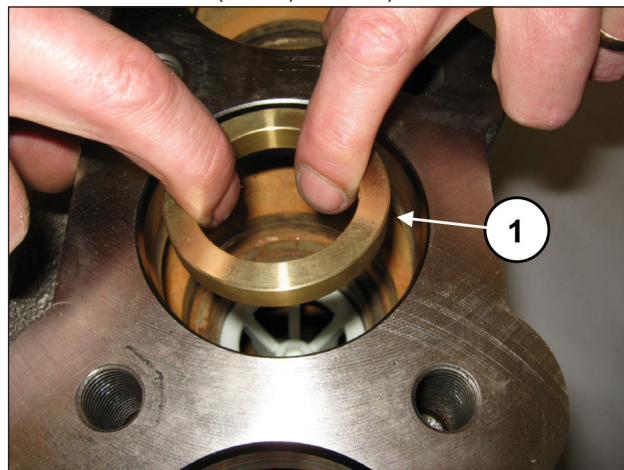
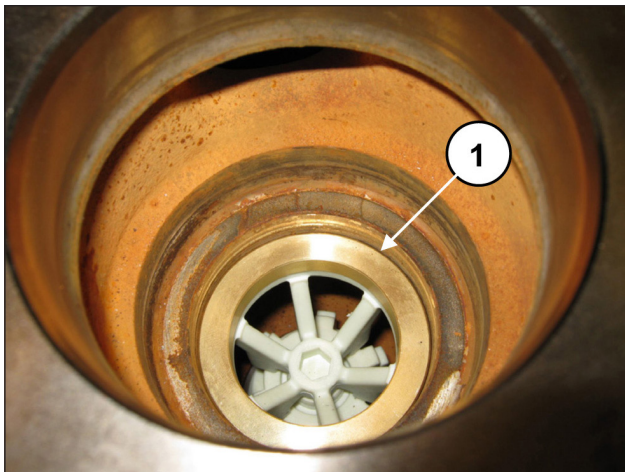

Abb. 117
Abb. 118
Legen Sie den Distanzring des Ventilsitzes (Pos. ①, Abb. 117) auf das Distanzstück (Pos. ①, Abb. 118).